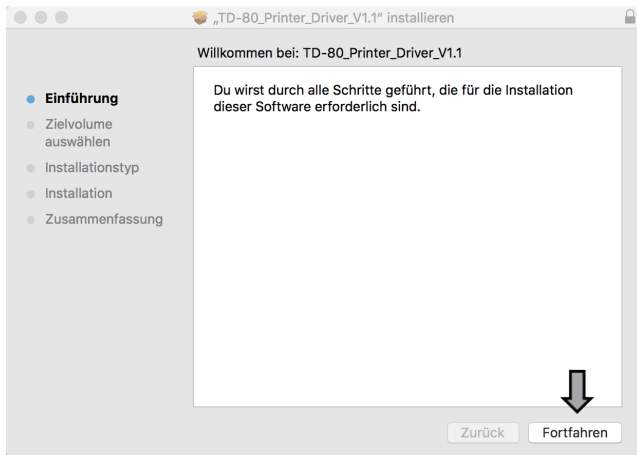

Fig.2
② Öffnen Sie die Installationsoberfläche des Druckertreibers und klicken Sie auf „Fortfahren“ (siehe Abbildung 2).